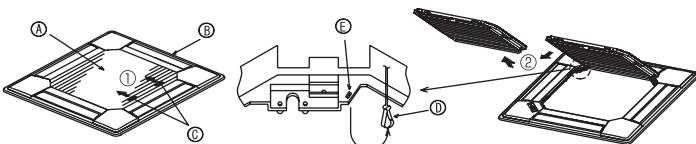
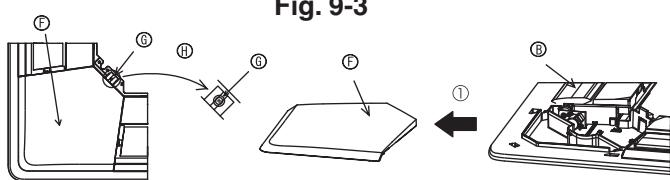

Fig. 9-3
Fig. 9-4
9.2.1. Das Ansauggitter abnehmen (Fig. 9-3)
- Zum Öffnen des Ansauggitters die Hebel in die Richtung, die durch Pfeil ① gekennzeichnet ist, schieben.
- Das Scharnier des Ansauggitters bei geöffnetem Ansauggitter (Position "offen") vom Gitter wie durch Pfeil ② gekennzeichnet, abnehmen.
9.2.2. Die Eckplatte abnehmen (Fig. 9-4)
- Die Schraube von der Ecke der Eckplatte abnehmen. Die Eckplatte wie durch Pfeil ① gekennzeichnet schieben, um so die Eckplatte abzunehmen.
[Fig.9-3] [Fig.9-4]